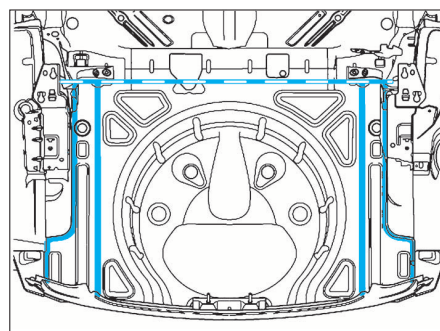

FIG. 34
- Détacher l'assemblage d'origine (Fig.34).